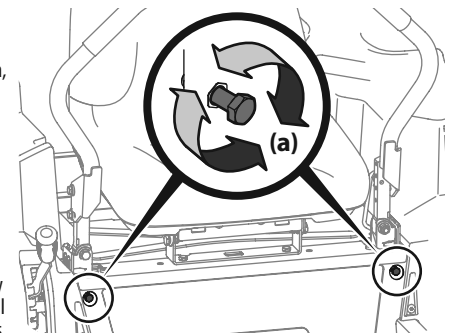

Figura 37
2. Ubique los pernos del ajuste de detención de las palancas de control de la transmisión de barras de seguridad (a) que están en el frente del marco del asiento. Consulte 2. Ubique los pernos del ajuste de detención de las palancas de control de la transmisión de barras de seguridad (a) que están en el frente del marco del asiento. Consulte la Figura 37.